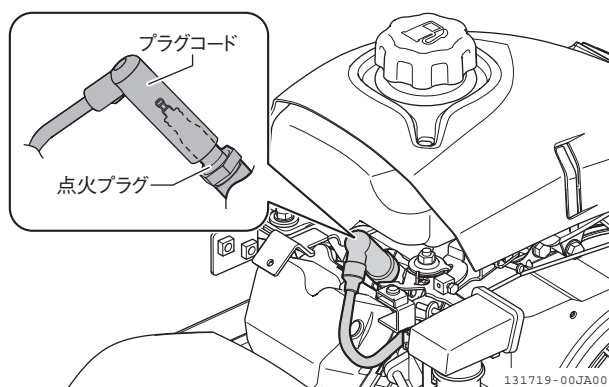

図 4-37 交換のしかた
6. 点火プラグを元通りに取り付け、プラグコードを確実に差し込みます。(図 4-37)